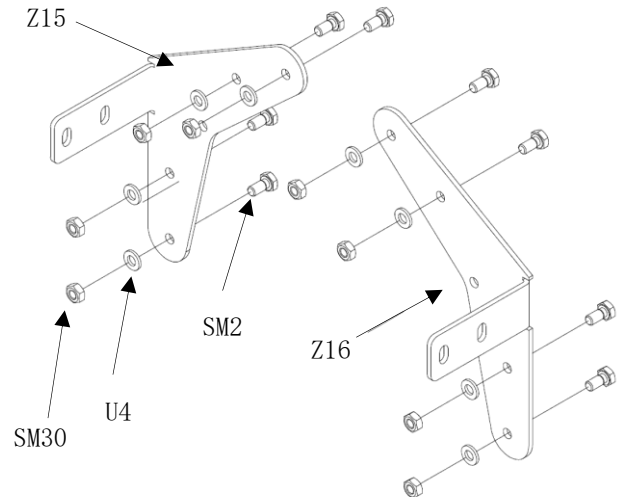

Abb. 11
- die beiden Giebelverbinder (links/rechts) (**Pos. Z15/ Z16**) werden mit den entsprechenden Verschraubungen bestückt. (Abb. 11)